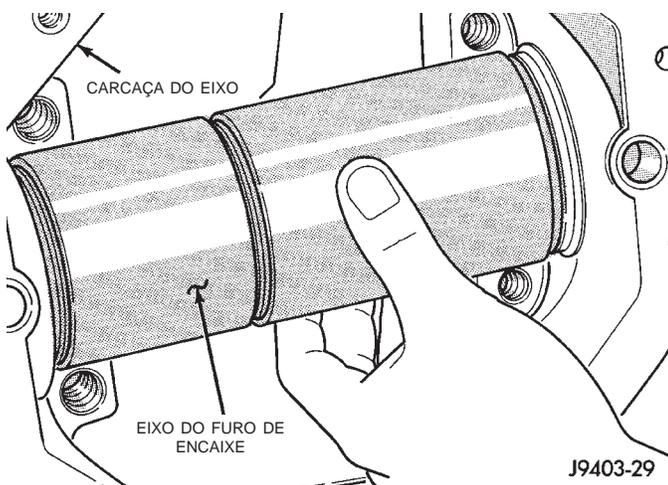

Fig. 77 Eixo do Furo de Encaixe
(17) Instale o Bloco do Mostrador SP-6020 na extremidade da SP-526.
(18) Instale o Parafuso de Capa SP-536 e aperte com a Chave SP-531.
(19) Posicione o Eixo do Furo de Encaixe SP-6018 na carcaça do diferencial (Fig. 77).